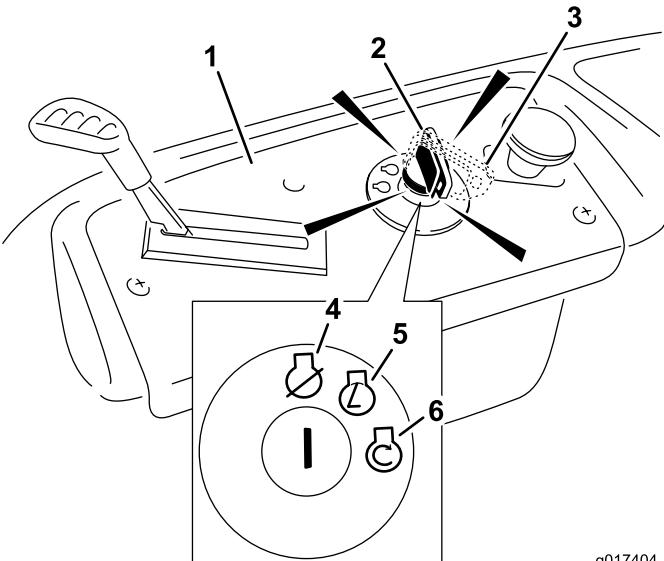

Bild 13
4. Drehen Sie den Zündschlüssel auf Start, um den Anlasser zu aktivieren. Lassen Sie den Schlüssel los, wenn der Motor anspringt (Bild 13).
3. Stellen Sie den Zündschlüssel auf „Aus“ (Bild 13) und ziehen Sie ihn ab.